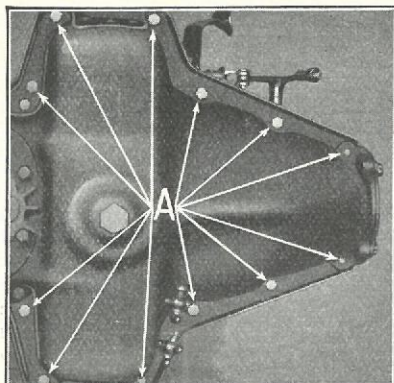

Fig. 298
- 510** Skru de 12 Bolte og Skruer ud, som holder Gearkassen til Krumtaphuset (Fig. 298).
519 For at forhindre, at nogen Del tabes ned i Maskinen, er det hensigtsmæssigt at anbringe Transmissionsdækselpladen paa Transmissionsdækslet og skru en af Skrueerne i for midlertidigt at holde den paa Plads. Spænd de 12 Bolte og Skrue forsynede med Fjederskiver til, som holder Transmissionsdækslet til Krumtaphuset (Fig. 298).